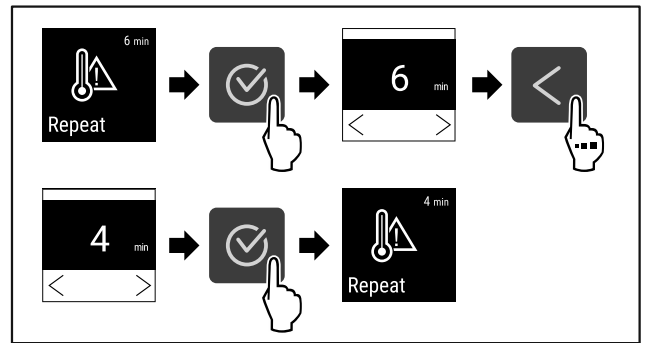

Fig. 100
- ▶ Wykonać czynności (patrz Fig. 100).